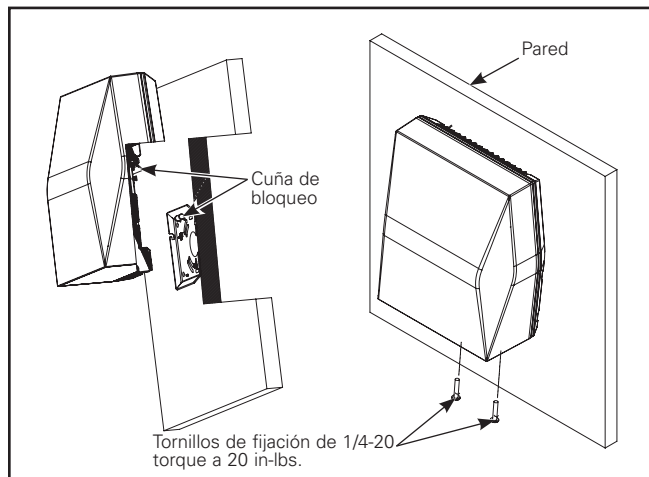

Figura 5.
- Apriete los dos tornillos de cabeza estrella de ¼-20 en el dispositivo a 20 in-lbs (Figura 5).